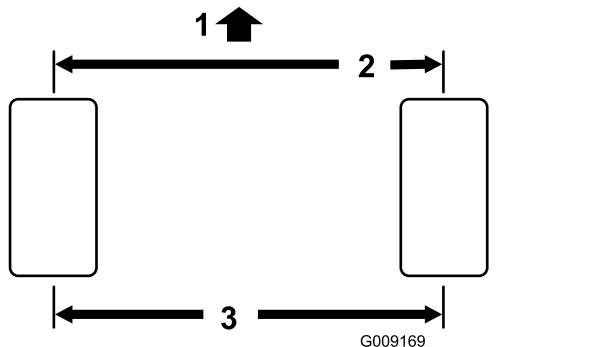

Figura 88
1. Mida la distancia entre centros (a la altura del eje) en la parte delantera y trasera de los neumáticos de dirección (**Figura 88**).